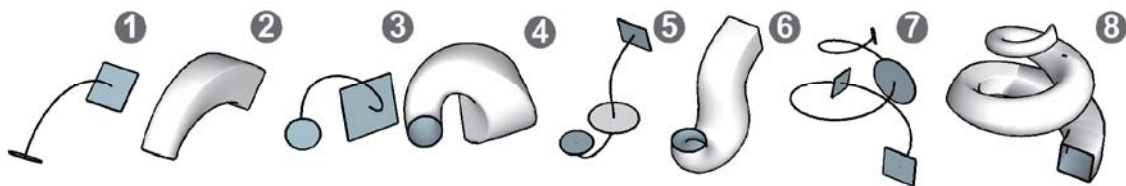

图 1.4.17 面加路径成形
也许有人会奇怪, SketchUp 的路径跟随的实质不就是“面加路径成形”吗? 这里所说的“面加路径成形”与 SketchUp 原生的“路径跟随”的区别是, 面的数量不再局限于 SketchUp 路径跟随的“一条路径与一个垂直于路径的截面”。这种成形的方法, 虽然路径仍然只有一条, 但是放样用的截面可以是很多个不同形状的面, 在放样成形过程中, 可自动完成细分、折叠、平滑与柔化, 从而得到近乎无瑕的曲面对象。图 1.4.17 ①③⑤⑦所示为路径与截面的组合, 不同的截面既可以在路径的两端, 也可以出现在路径的任意位置, 截面的数量也没有限制。生成的曲面会按不同的截面自动形成平滑过渡。